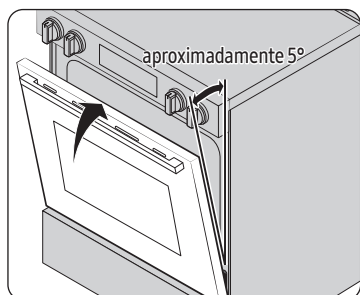

Fig.1
4. Cierre la puerta a la posición para quitarla, aproximadamente a 5 grados de la posición vertical (Fig. 1).